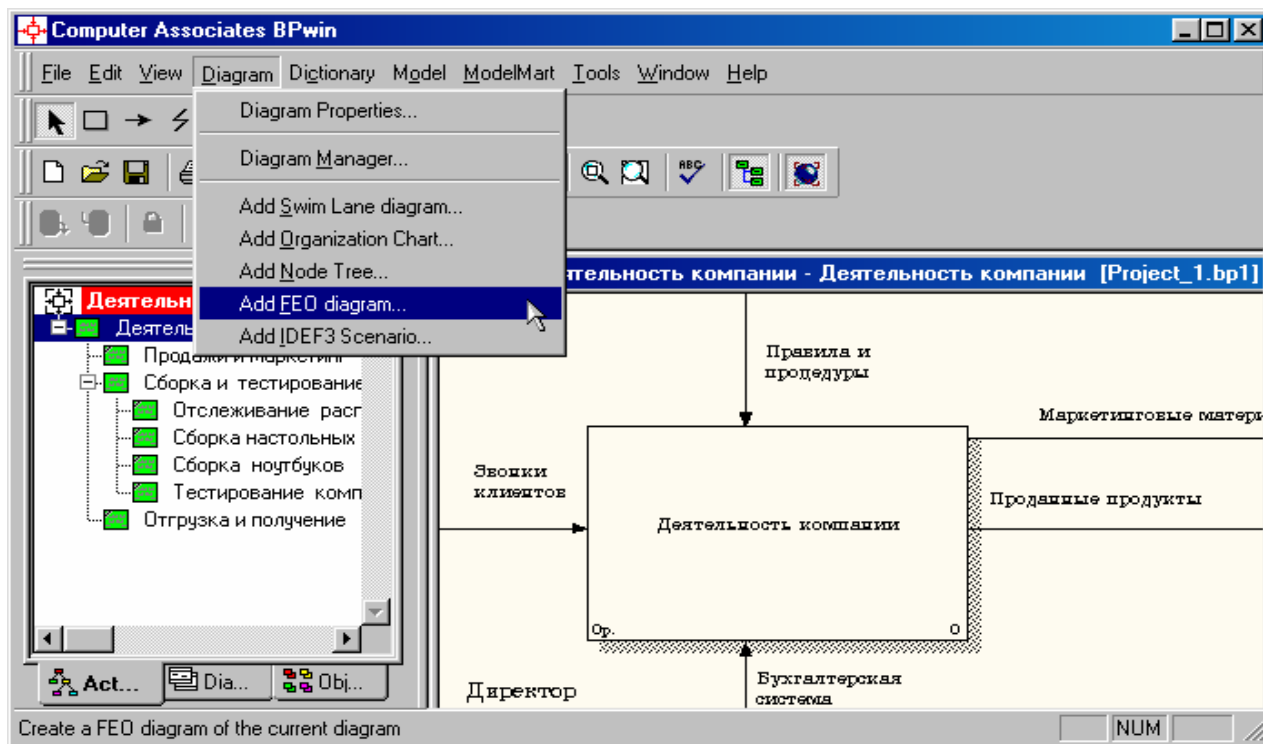

Рисунок 6.1 – Пункт главного меню *Diagram/Add FEO Diagram*
1. Выберите пункт главного меню **Diagram/Add FEO Diagram** (рисунок 6.1).